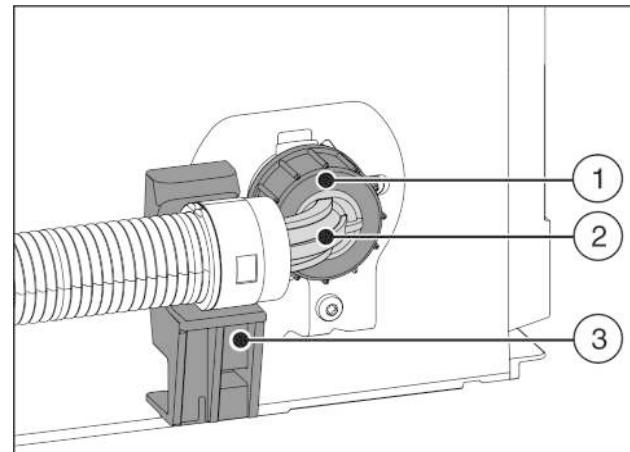

Fig. 22
- Конец шланга под углом Fig. 22 (2) разместить горизонтально на держателе Fig. 22 (3) и удерживать.
- Вручную гайку Fig. 22 (1) накрутить на резьбу до обеспечения надежной посадки.